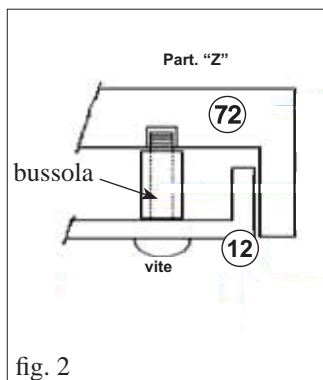

fig. 2
Per un corretto montaggio del frontalino anteriore superiore (72) è necessario interporre fra di esso e il frontalino metallico (12) la bussola fornita in dotazione, come indicato nel particolare "Z" a fig. 2.